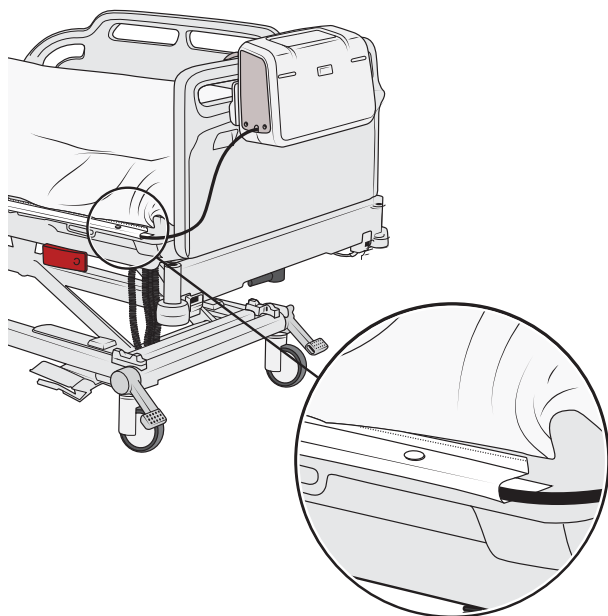

Figura 20
3. Feche a aba à volta do cabo com os botões de mola. Consulte a Figura 20.